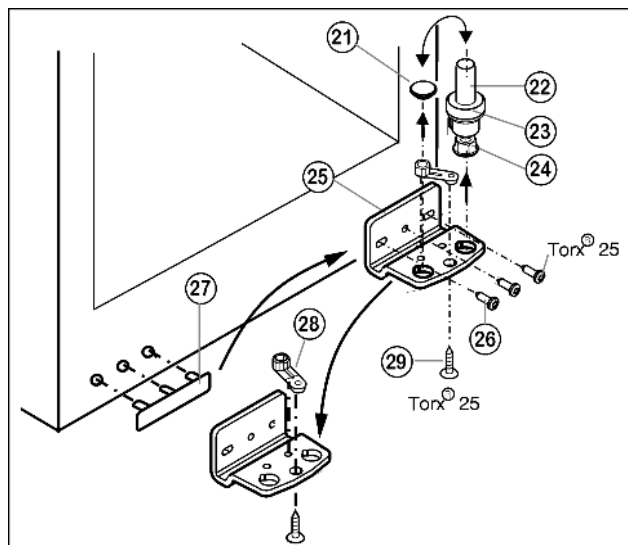

Fig. 6
- ▶ Извлеките опорный винт Fig. 6 (22) в комплекте с шайбой Fig. 6 (23) и регулируемой опорой Fig. 6 (24), вытягивая его вверх.
- ▶ Снимите пробку Fig. 6 (21).
- ▶ Открутите Fig. 6 (26) опорный кронштейн Fig. 6 (25).
- ▶ Открутите Fig. 6 (29) опорную деталь Fig. 6 (28) и, переставив в отверстие на противоположной стороне опорного кронштейна, снова прикрутите.
- ▶ Осторожно снимите и переставьте на противоположную сторону крышку со стороны ручки Fig. 6 (27).
- ▶ Снова прикрутите опорный кронштейн Fig. 6 (25) на новой стороне шарнира (с моментом 4 Нм). При необходимости используйте аккумуляторный шуруповёрт.
- ▶ Переставьте пробку Fig. 6 (21) в свободное отверстие.
- ▶ Вновь установите опорный винт Fig. 6 (22) в комплекте с шайбой и регулируемой опорой. При этом фиксатор должен быть направлен назад.
- ▶ Установите дверцу сверху на нижний опорный палец Fig. 6 (22).
- ▶ Установите верхний опорный кронштейн (12) на новой стороне шарнира и защелкните в дверце.
- ▶ Прикрутите верхний опорный кронштейн (12) (с моментом 4 Нм) (2 шт. Torx® 25) (13). При необходимости проделайте отверстия или используйте аккумуляторную отвертку.
- ▶ Защёлкните крышку (10) и крышку (11) на противоположной стороне.
- ▶ При необходимости выровняйте дверцы через два продольных паза в нижнем опорном кронштейне Fig. 6 (25) параллельно корпусу устройства. Для этого выкрутите средний винт.